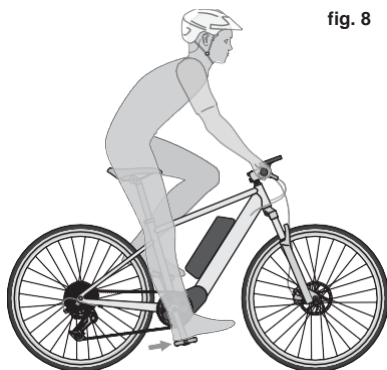

fig. 8
1. **Réglage vers le haut et vers le bas.** Pour vérifier que la hauteur de la selle est correcte (**fig. 8**):